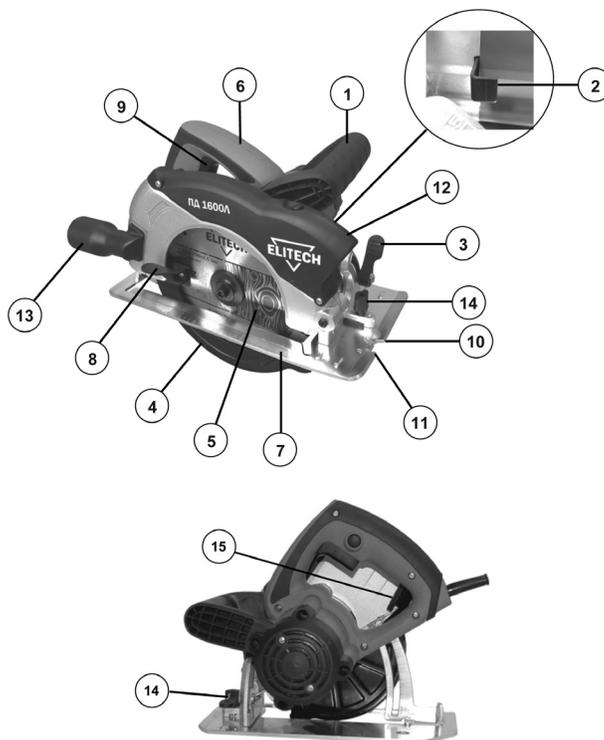
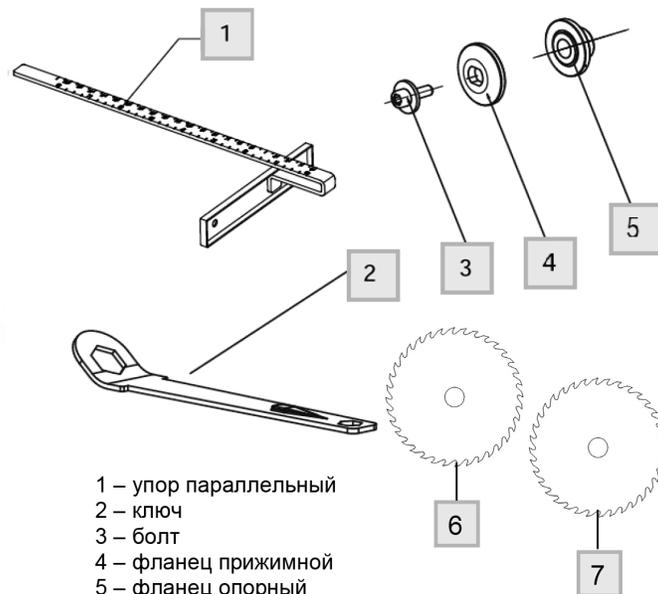

Рис. 1
Рис. 2
2. Зафиксировать пильный диск с помощью ручки фиксации диска (поз. 2, рис. 1);
3. С помощью ключа (поз. 2, рис. 2) открутить болт (поз. 3, рис. 3);
4. Отвести подвижный защитный кожух диска (поз. 4, рис. 1) назад до упора и зафиксировать его;
5. Снять прижимной фланец (поз. 4, рис. 2) и пильный диск.
Для регулировки глубины распила ослабьте фиксатор регулировки глубины пропила (поз. 15, рис. 1). Передвижением опорной платформы вверх или вниз отрегулируйте необходимую глубину пропила. Глубина распила может быть отрегулирована в диапазоне от 0 до 65 мм. После регулировки глубины распила зафиксируйте ручку регулировки глубины распила.
Ослабьте ручку регулировки угла наклона диска (поз. 3, рис. 1). Передвижением опорной платформы установите необходимый угол наклона диска. После регулировки угла наклона диска зафиксируйте ручку регулировки угла наклона диска.
Для регулировки параллельного упора (поз. 1, рис. 2) ослабьте винт фиксации ширины распила (поз. 14, рис. 1) и отрегулируйте ширину распила, передвигая направляющую вправо или влево.
1. Установите пилу (опорную платформу) на пиломатериал и выровняйте положение пильного диска по отношению к линии пропила, пользуясь для этого прорезью для визирования. Если пильный диск не наклонён, совмещайте линию пропила с правой стороной прорези для визирования (рис. 1, поз. 11), при работе в режиме сверления пилении под наклоном (45°) совмещайте линию пропила с левой стороной прорези для визирования (помечена значком "45" на опорной платформе).
2. Сначала включите циркулярную пилу. Для этого нажмите кнопку защитной блокировки выключателя (поз. 14, рис. 1) и не отпуская нажмите на выключатель. Дайте пиле набрать максимальные обороты, после чего начинайте обработку пиломатериала.
Для точного пропила используйте лазерный указатель (поз. 12, рис. 1). Лазерный указатель строит прямую линию пропила, по которой пройдет диск. Лазерный указатель работает от сети 220В.
Пила оснащена патрубком диаметром 35мм (поз.13, рис. 1) для подключения строительного пылесоса. Для подключения пылесоса установите патрубок на пилу и подсоедините к нему шланг пылесоса. Рекомендуется эксплуатировать пилу с подключенным строительным пылесосом.